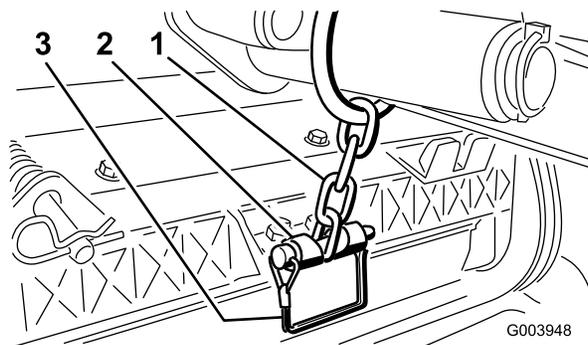

Figure 19
13. Fixez la chaîne du bras de relevage au support de la chaîne avec la goupille élastique (Figure 19). Utilisez le nombre de maillons mentionné dans le *Manuel de l'utilisateur* du plateau de coupe.